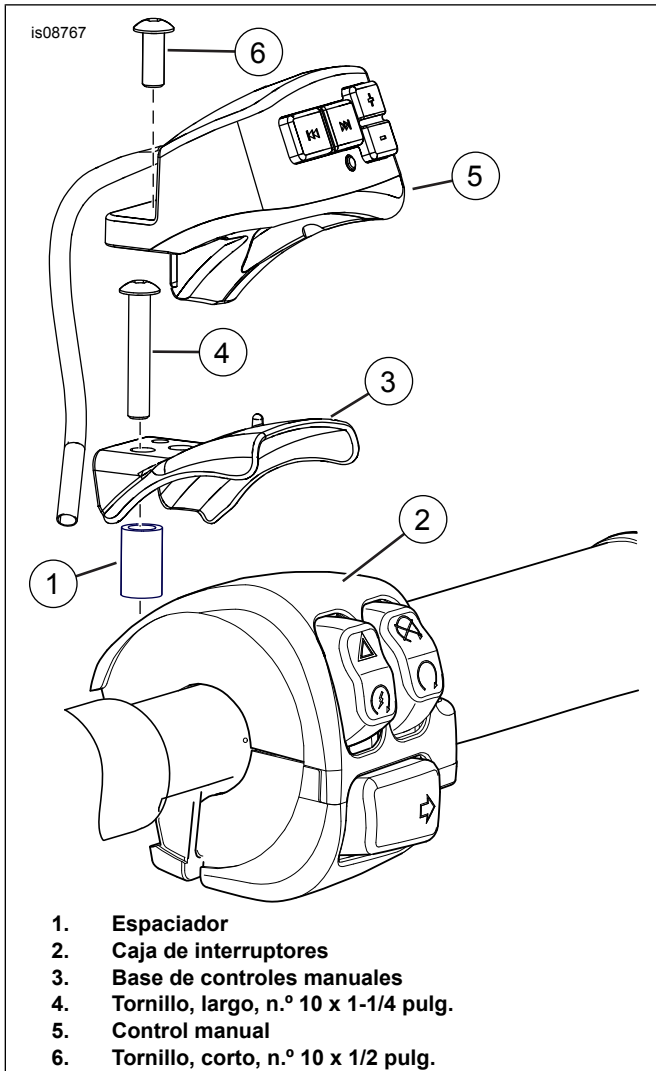

Figura 4. Instalación del control manual
5. Vea la Figura 4. Coloque el espaciador (1) en la caja de interruptores sobre el agujero de donde previamente se extrajo el tornillo.
6. Coloque la base de controles manuales (3) sobre el espaciador y la caja de interruptores. **Modelos Road King de 2014 y posteriores:** no se utilizan espaciadores.
7. **Todos los modelos, excepto los Road King de 2014 y posteriores:** alinee el tornillo (4) con el agujero correcto en la base del control manual, a través del espaciador dentro del agujero en la caja de interruptores. Asegure la pieza de soporte del control manual con un tornillo. Apriete 3,9-5 Nm (35-45 lb-pulg.). **Modelos Road King de 2014 y posteriores:** alinee el tornillo que se quitó anteriormente con el agujero en la base del control manual. Asegure la pieza de soporte del control manual con un tornillo. Apriete 3,9-5 Nm (35-45 lb-pulg.).
8. Coloque el control manual (5) sobre la base de controles manuales. Asegure la base de controles manuales con el tornillo (6) en el agujero con rosca (7). Ajuste.